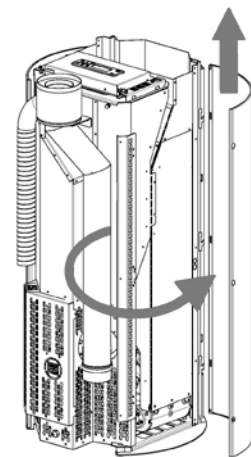

Fig. 79 - Retrait du panneau
- Ouvrir le côté et le décrocher des dents (voir **Fig. 79**).